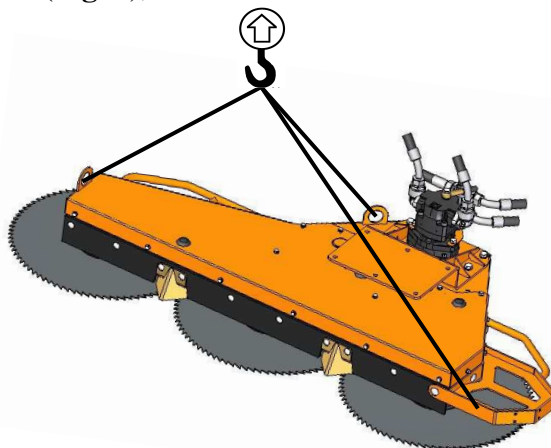

Fig. 4. Méthode de prise de la lame lors du déplacement
- ❑ manipuler les dispositifs de levage uniquement aux endroits indiqués sur la machine et marqués avec un signe du crochet (**Fig. 4**),